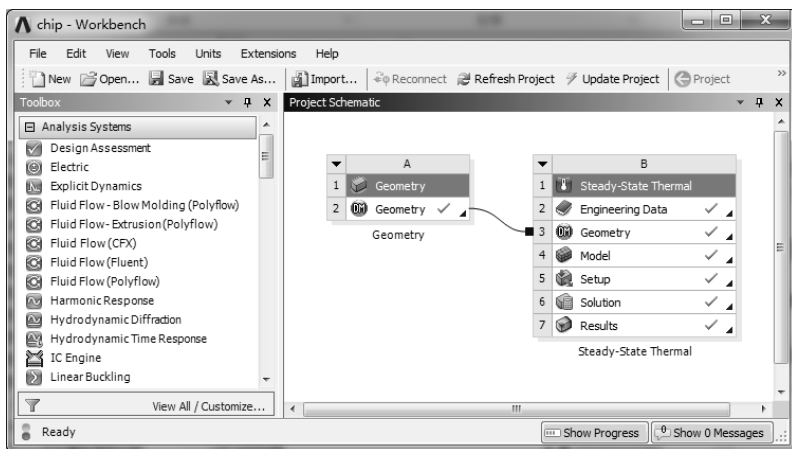

图 11-52 打开分析项目
2) 选择【File】|【Open】命令, 弹出【打开文件】对话框, 选择上一个实例分析文件 chip.wbpj, 如图 11-52 所示。